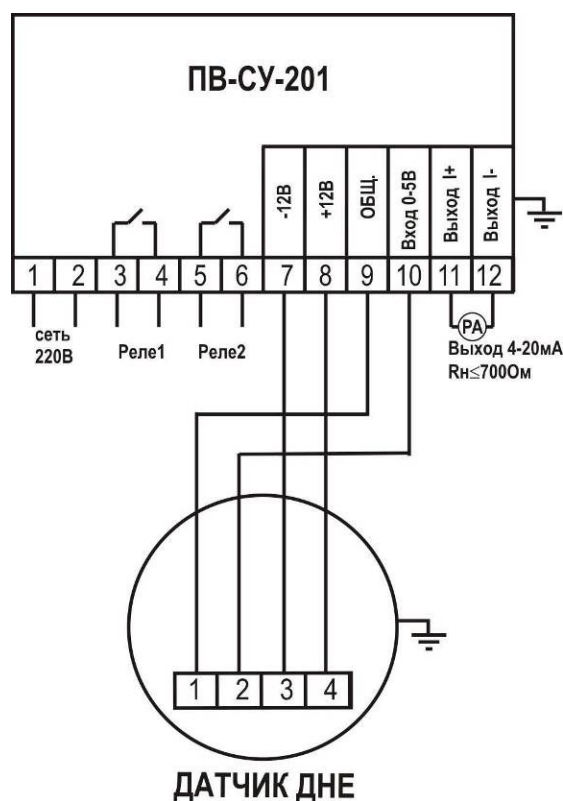

Рис.3 Схема подключения
янного тока на выходе. Напряжение выходного сигнала ДНЕ зависит от электрической емкости чувствительного элемента датчика, которая, в свою очередь, определяется глубиной его погружения в контролируемую среду, т.е. положением ее уровня. Схема подключения ПВ-СУ-201 к ДНЕ представлена на рис. 3.
2.1.9 Электрический монтаж должен выполняться в соответствии со схемой подключения (см. рис.3) **проводом или кабелем (для клемм 1,2,3,4,5,6 сигнализатора уровня ПВ-СУ-201) и экранированным кабелем (для клемм 7,8,9,10,11,12 сигнализатора уровня ПВ-СУ-201)** с медными жилами сечением 0,35 -2 мм².